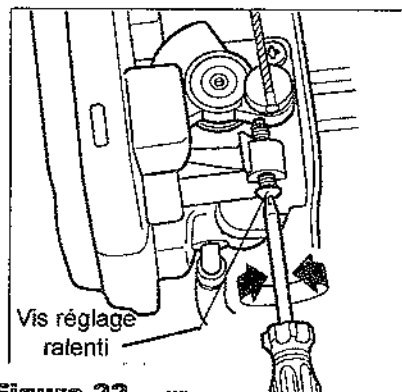

Figure 22
2. Si la lame tourne quand le moteur est au ralenti, desserrer lentement la vis de réglage (Fig. 22), jusqu'à ce que la lame ne tourne plus.